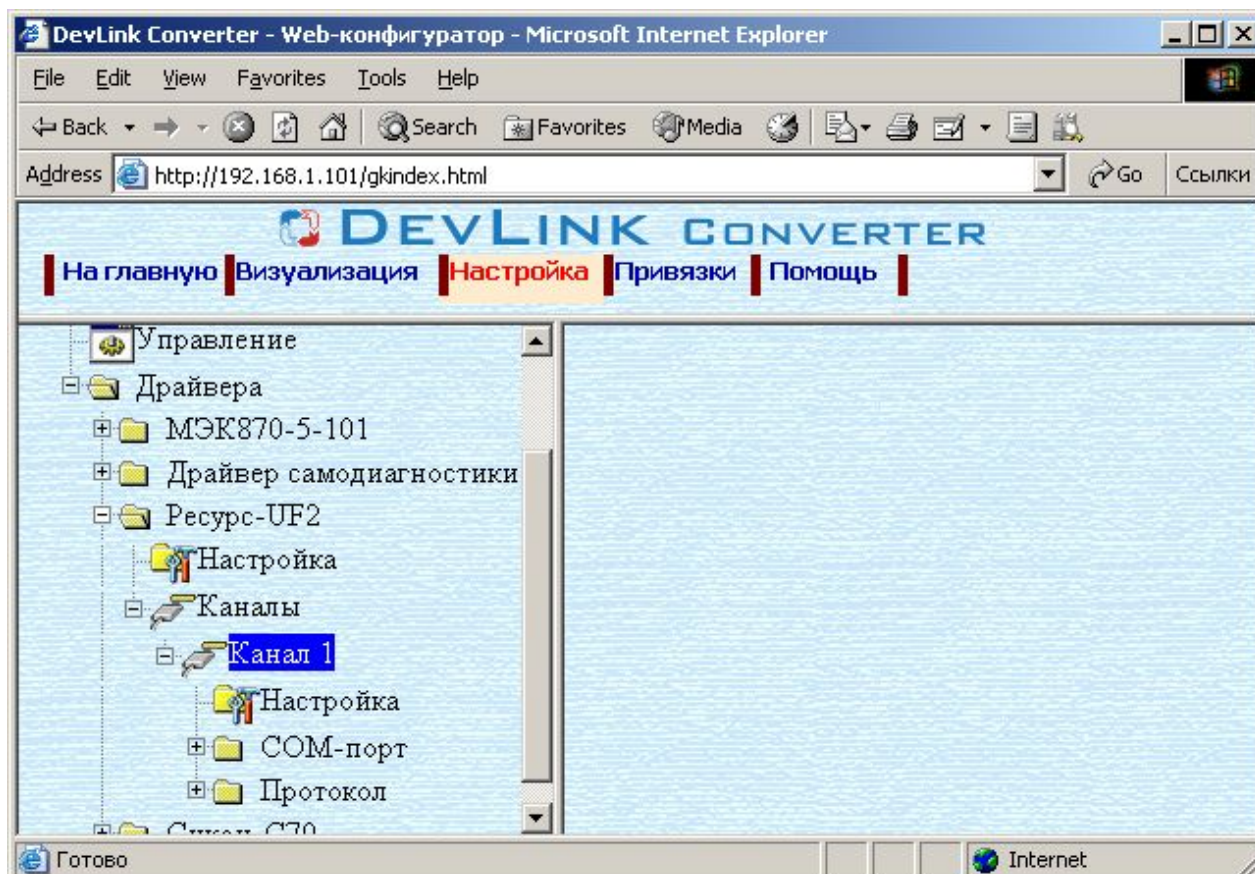

Рисунок 3.3 – Поддереве нового канала драйвера
- Нажмите на кнопку «Добавить канал». В результате будет произведено добавление канала. Дерево объектов будет обновлено (рисунок 3.3).
Папка «Каналы» драйвера должна содержать поддерево, относящееся к новому каналу (рисунок 3.3).